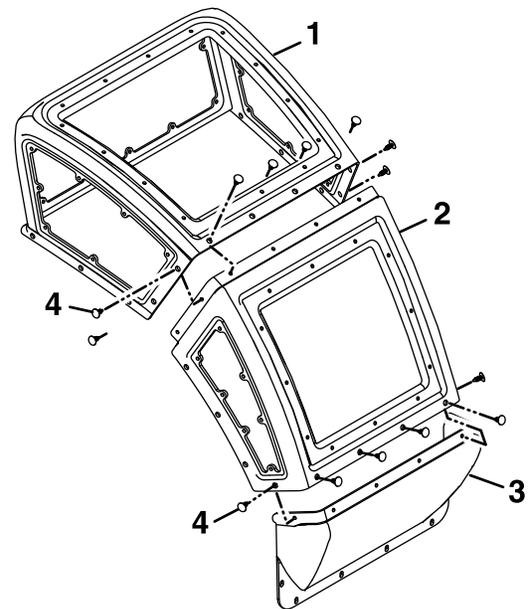

**Figure 4**
3. L'ancien style de capot doit être installé sur les supports gauche, droit et avant et la plaque arrière. Fixez les supports sur le capot à l'aide des chevilles en plastique, comme montré à la Figure 4. Avec un foret de 1/4 pouce, percez deux trous dans le capot existant, comme montré à la Figure 4; installez les chevilles en plastique.